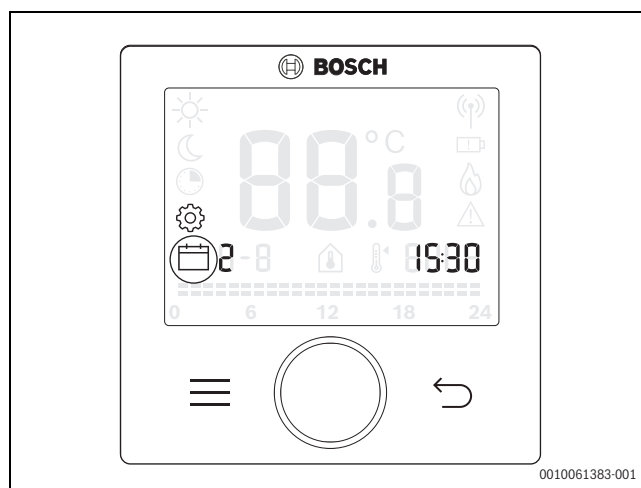

Fig. 58
- ▶ Continue a pressionar a tecla de menu até que o ecrã do display estiver como na →Fig 58.